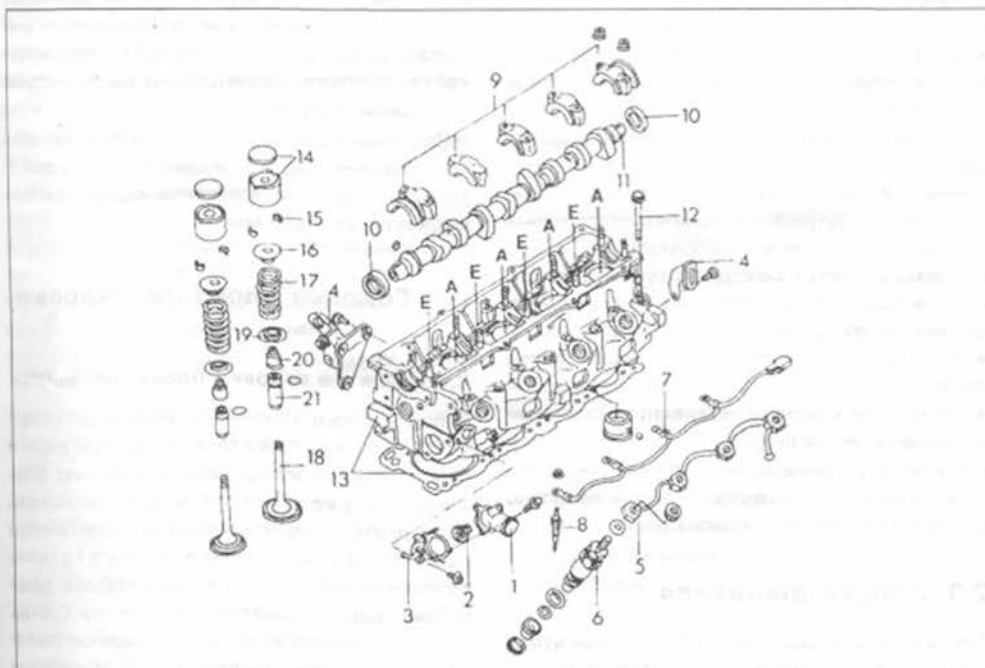

Рис. 40.
- Снять водопровод и водяной насос. Снятие головки блока цилиндров осуществляется следующим образом. На рис. 40 показан монтажный рисунок головки, который может быть использован при работе:
- Отвинтить крышку кожуха термостата (1), вынуть термостат (2) и отвинтить кожух (3).
- Отвинтить оба зажима двигателя (4).
- После освобождения гаек вынуть трубопровод для слива масла (5).
- Отвинтить форсунку (6).
- Вынуть свечи (8).
- Вынуть распределительный вал и удалить оба маслоуплотнительных кольца (10) — спереди и сзади.